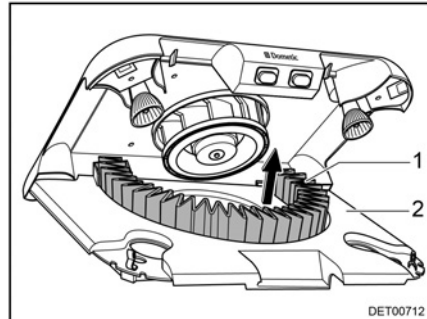

Fig. 121 Remplacer le filtre à charbon actif
- Retirer le filtre à charbon actif (Fig. 121,1) de son support par le haut.
- Pivoter le support à filtre (Fig. 121,2) vers le haut jusqu'à ce qu'il s'encastre.